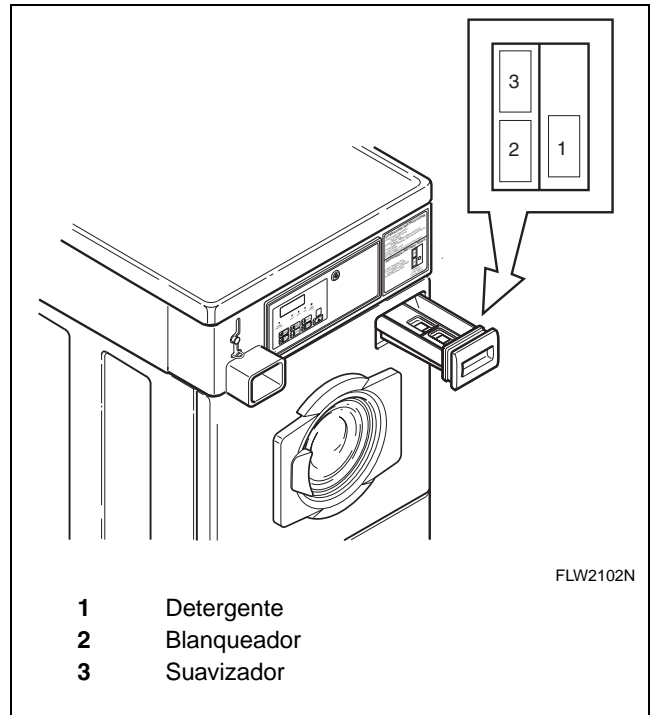

Figura 28
Abra la gaveta del surtidor. Mida y agregue detergente de baja espuma (1) blanqueador (2) y suavizador de tela (3) a la gaveta del surtidor (consulte la Figura 28). Cierre la gaveta del surtidor.